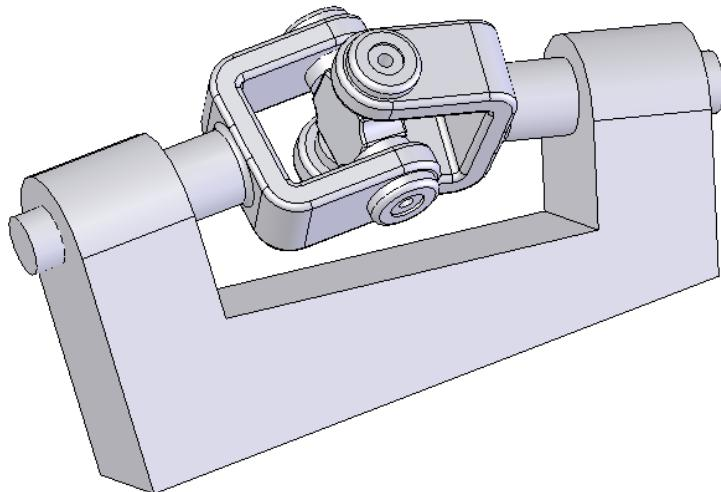

Рис. 7. Вид 3D модели сборки механизма «Карданская передача»
- Построить 3D модель сборки механизма «Карданская передача», сохранить папке «Итоговое занятие». Вид сборки показан на рис.7.